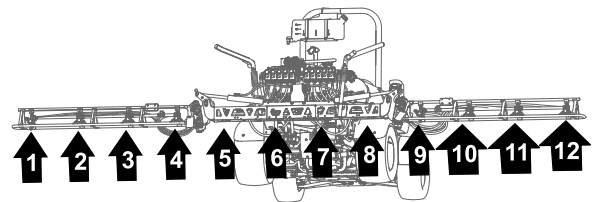
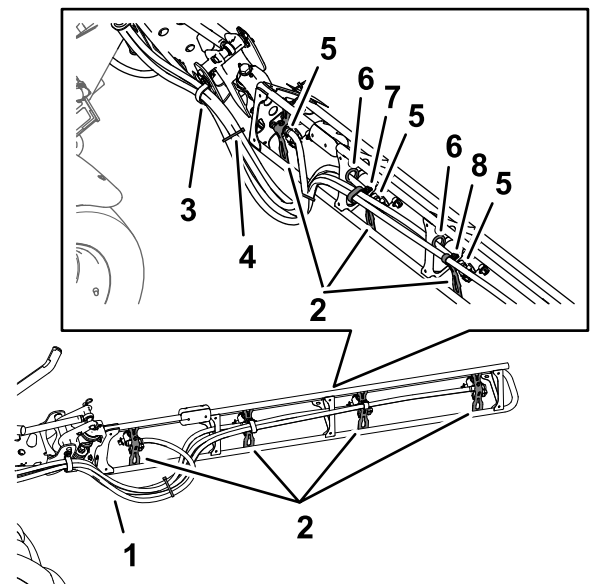

Bild 128
Bild 129
1. Verlegen Sie die Schläuche für die Sprühdüsen 1, 2, 3 und 4 durch die R-Klemme am linken äußeren Ende des mittleren Sprühabschnitts (Bild 128 und Bild 129).
2. Verlegen Sie die Schläuche für die Sprühdüsen 7, 8, 9 und 10 durch die R-Klemme am rechten äußeren Ende des mittleren Sprühabschnitts (Bild 128 und Bild 129).
3. Verlegen Sie die Zulaufschläuche (279 cm) und die gezahnten Schlauchschafte (3/4") entlang des Sprühabschnitts zu den Sprühdüsen 1 und 10, wie in Bild 128 und Bild 129 abgebildet.
4. Verlegen Sie die Zulaufschläuche (234 cm) und die gezahnten Schlauchschafte (3/4") entlang des Sprühabschnitts zu den Sprühdüsen 2 und 9, wie in Bild 128 und Bild 129 abgebildet.
- Verlegen Sie die Zulaufschläuche (188 cm) und die gezahnten Schlauchschäfte (3/4") entlang des Sprühabschnitts zu den Sprühdüsen 3 und 8, wie in Bild 128 und Bild 129 abgebildet.
- Verlegen Sie die Zulaufschläuche (188 cm) und die gezahnten Schlauchschäfte (3/4") entlang des Sprühabschnitts zu den Sprühdüsen 4 und 7, wie in Bild 128 und Bild 129 abgebildet.
- Bündeln Sie die vier Schläuche für die Sprühdüsen mit einem Kabelbinder zusammen, wie in Bild 129 abgebildet.